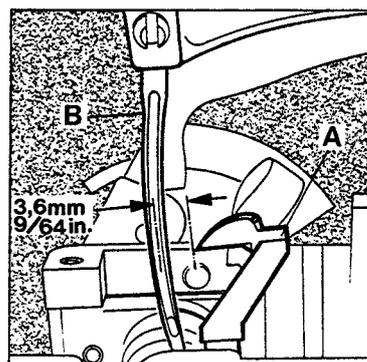

Fig.6A
Set the looper (A, Fig. 6A) so that the distance from the center of the needle (B) to the point of the looper is not less than 3.6 mm (9/64") when the looper is at its farthest end position from the needle. Looper gauge No. 21225-9/64 can be used advantageously in making this setting.
Stellen Sie den Greifer (A, Fig. 6A) so, daß der Abstand von Nadelmitte (B) bis zur Greiferspitze nicht weniger als 3,6 mm beträgt, wenn der Greifer in der von der Nadel entferntesten Einstellung ist. Die Greifereinstellehre Nr. 21225-9/64 erleichtert diese Einstellung.